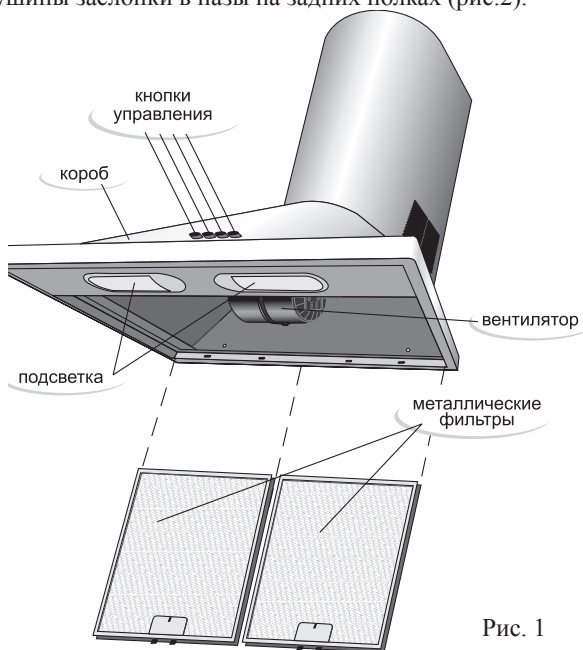
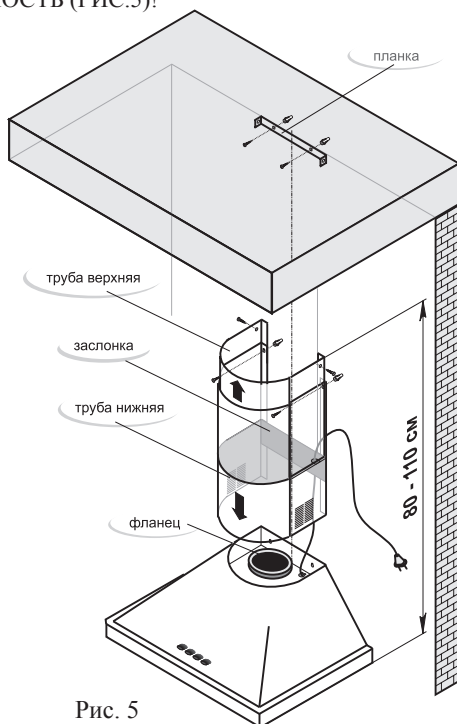

Рис. 1
Рис. 5
- 5.1 Внутри короба воздухоочистителя (рис.1) располагаются вентилятор и узел подсветки. Снизу короб закрывается металлическим фильтром. На передней поверхности короба расположены кнопки управления работой воздухоочистителя. В верхней полости короба воздухоочистителя (рис.5) находится фланец для отвода очищенного воздуха.
**ВНИМАНИЕ:** МИНИМАЛЬНОЕ РАССТОЯНИЕ МЕЖДУ ПЛОСКОСТЬЮ УСТАНОВКИ ПОСУДЫ НА ПЛИТУ (НАГРЕВАТЕЛЬНОЙ ПОВЕРХНОСТЬЮ) И ВОЗДУХООЧИСТИТЕЛЕМ ДОЛЖНО БЫТЬ 75 см. ВОЗДУХООЧИСТИТЕЛЬ КРЕПИТЬ НА РОВНУЮ ПОВЕРХНОСТЬ (РИС.5)!